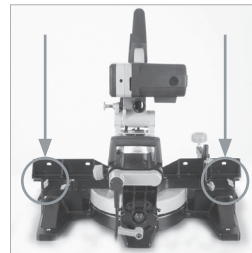

Abb. 9
- Lösen Sie die entsprechende Flügelschraube. (Abb. 9)